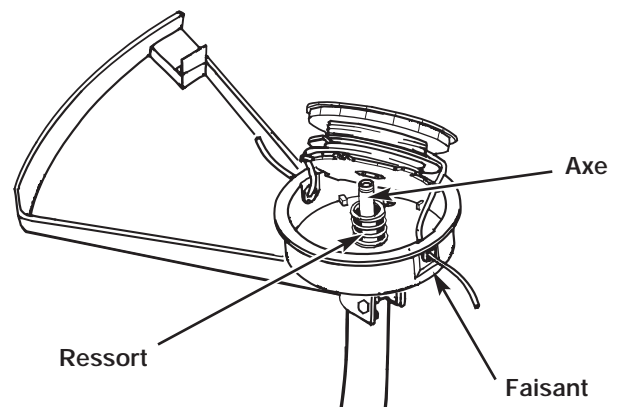

Fig. 17
8. Enfoncer la bobine tout en faisant avancer le fil dans les oeillets. Vérifier que le ressort se positionne correctement dans la bobine (Fig. 17).